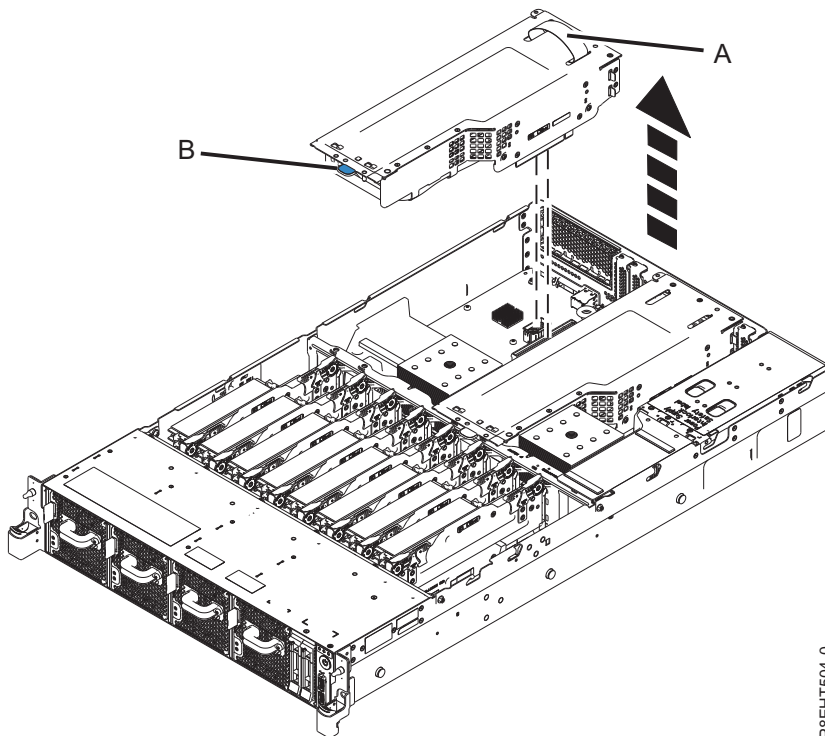

Figura 39. Removendo o riser PCIe
2. Usando a tira azul e o ponto de contato azul, remova o riser PCIe do sistema. Consulte Figura 39.